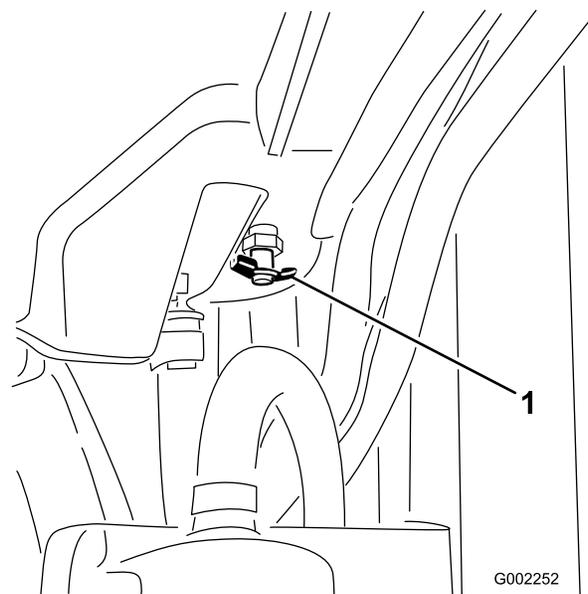

Figura 56
4. Abra o tampão do radiador (Figura 56) e deixe escorrer o líquido de arrefecimento para o recipiente.